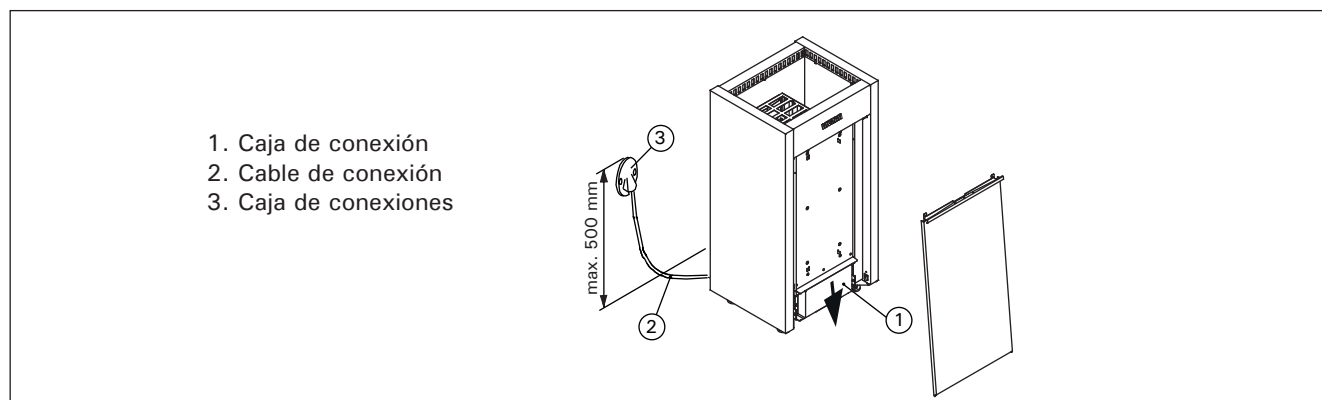

Figura 7. *Conexiones del calentador*
- El calentador se conecta de forma semifija a la caja de conexiones (figura 7:3) de la pared de la sauna. La caja de conexiones deberá estar protegida contra salpicaduras y su altura máxima desde el suelo no deberá superar los 500 mm.
- El cable de conexión (figura 7:2) debe ser un tipo de cable con recubrimiento de goma H07RN-F o su equivalente. **¡ATENCIÓN! Debido a su fragilidad térmica, se prohíbe el uso de cable aislado con PVC como cable de conexión del calentador.**
Ver figura 7.